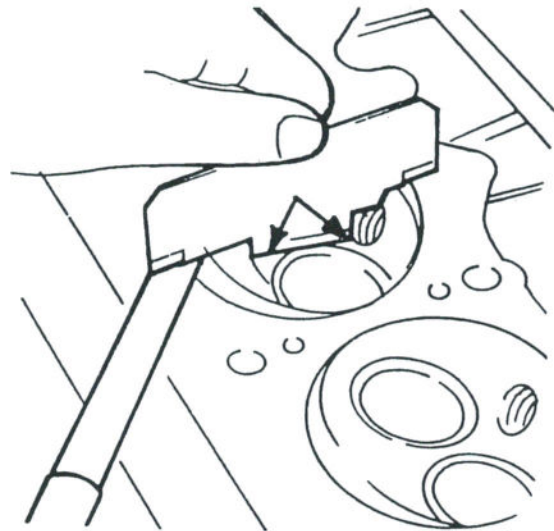

Bild 38
- Die Lehre, wie in Bild 38 gezeigt, in die Verbrennungskammer einsetzen und den Abstand zwischen den Enden des Werkzeuges und der Zylinderkopffläche mit Fühlerlehren ausmessen. Die Lehre muss an den mit den Pfeilen gekennzeichneten Stellen aufliegen.
Nach nochmaliger Säuberung die Ventilschäfte einölen und in umgekehrter Reihenfolge wie beim Ausbau wieder einbauen. Die Ventildfedern sind entweder mit einem Ventilheber, wie in Bild 38 gezeigt, einzubauen, oder man macht sich eine ähnliche Vorrichtung zurecht, die den gleichen Zweck verrichtet. Nach Zurücklassen des Ventilhebers und Einsetzen der Ventilkegelhälften einen leichten Schlag auf den oberen Ventildfederteller geben, um zu kontrollieren, ob die Ventilkegelhälften gut sitzen.